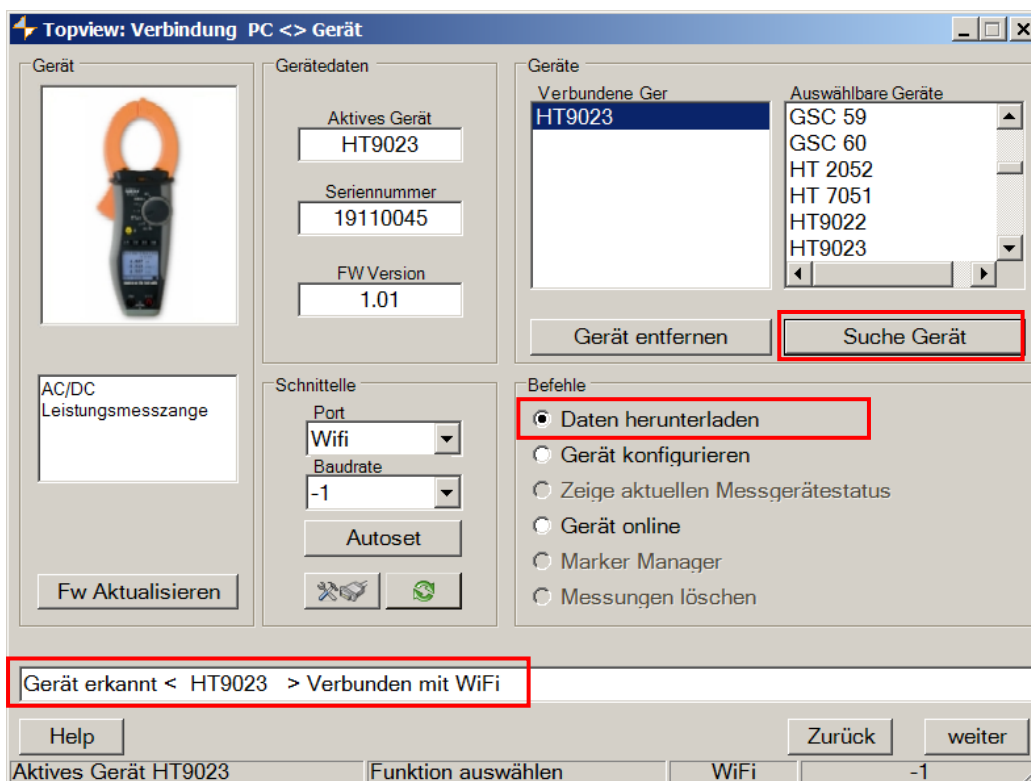

Abb. 16: Instrumentenerkennung in der Software TopView
6. Starten Sie die TopView-Software, öffnen Sie den Abschnitt "**Verbindung PC → Gerät**", führen Sie den Befehl "Suche Gerät" aus und überprüfen (siehe Abb.16)